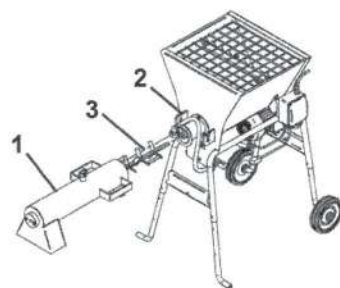

FIG. 4
Per agevolare il trasporto la macchina può essere scomposta come indicato in fig.4
14. PULIZIA E ARRESTO DEL MESCOLATORE (vedi fig.4)